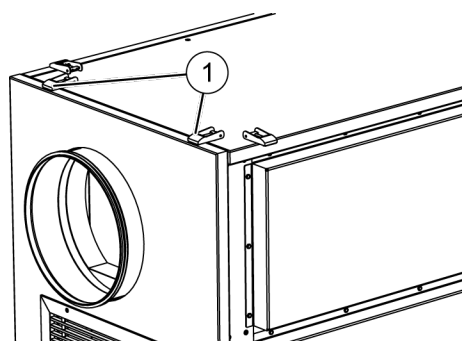

Abb. 42: Spannverschlüsse
- 31.** ▶ Verkleidung an das Gerät andrücken und mit den Spannverschlüssen (Abb. 42/1) befestigen.